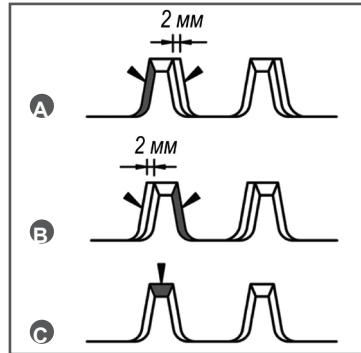

Рис. 15 Заточка лезвий ножей
1. Запустите двигатель и слегка нажимая на рычаг газа и слегка увеличивая обороты двигателя, разведите лезвия верхнего и нижнего ножей примерно на 2 мм, как показано на Рис. 15А, и заглушите двигатель.
2. Закрепите устройство и его ножи от смещения (например, с помощью тисков или струбицы) и заточите боковые режущие кромки ножей плоским напильником или шлифовальной машиной, соблюдая первоначальный угол заточки (Рис. 15А).
3. Снова запустите двигатель и аналогично действиям в п. 1 разведите лезвия верхнего и нижнего ножей примерно на 2 мм, как показано на Рис. 15В, и заглушите двигатель.
4. Снова закрепите устройство и ножи и заточите остальные боковые режущие кромки ножей плоским напильником или шлифовальной машиной, соблюдая первоначальный угол заточки (Рис. 15В).
5. После этого выровняйте лезвия ножей и заточите верхнюю часть лезвий, соблюдая первоначальный угол заточки (Рис. 15С).